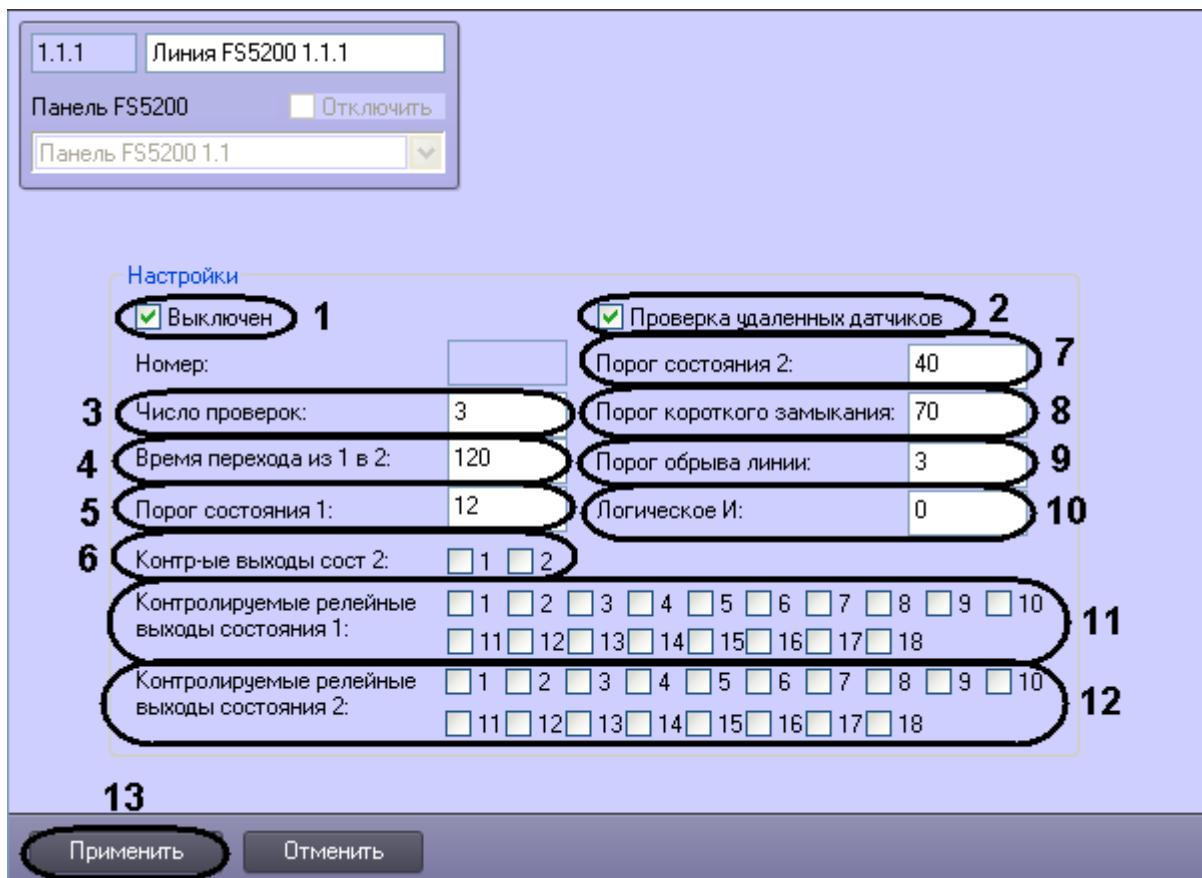

Рис. 3.5—4 Панель настроек объекта Линия FS5200
2. Для прекращения опроса линии необходимо установить флагок **Выключен** (см. Рис. 3.5—4, **1**).
3. Для осуществления проверки удаленных датчиков необходимо установить флагок **Проверка удаленных датчиков** (см. Рис. 3.5—4, **2**).